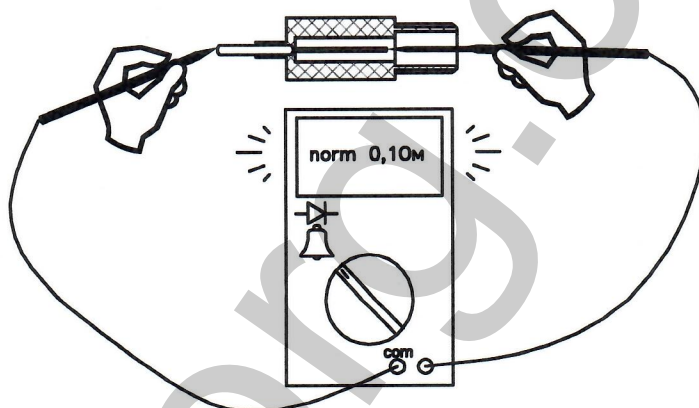

Рис.7
3.2 Промыть электрод и проверить контакт токоотвода и электрода см. Рис.7.